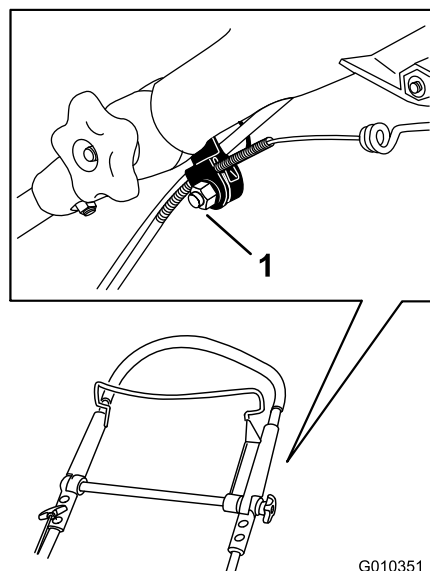

**Figura 48**
2. Empuje completamente hacia abajo el manillar superior y rocíe la superficie de plástico interior del manillar exterior (Figura 48).